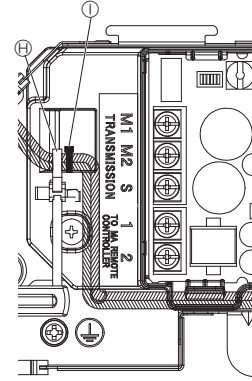

Fig. 5-7
5. İsteğe bağlı bağlantı kablosuna bant takın ve gerilmeye karşı önlem alın. (Fig. 5-7)
- ① Elektrik bağlantısı servis paneli
- ② Vida
- ③ Elektrik kutusu kapağı
- ④ Elektrik kutusu kapağı için geçici kanca
- ⑤ Vida
- ⑥ Elektrik kutusu kapağının kaydırma yönü
- ⑦ İsteğe bağlı VALF KİTİ bağlantı kablosu
- ⑧ Kablo kelepçesi
- ⑨ Küçük bant (isteğe bağlı VALF KİTİ ile birlikte verilir)